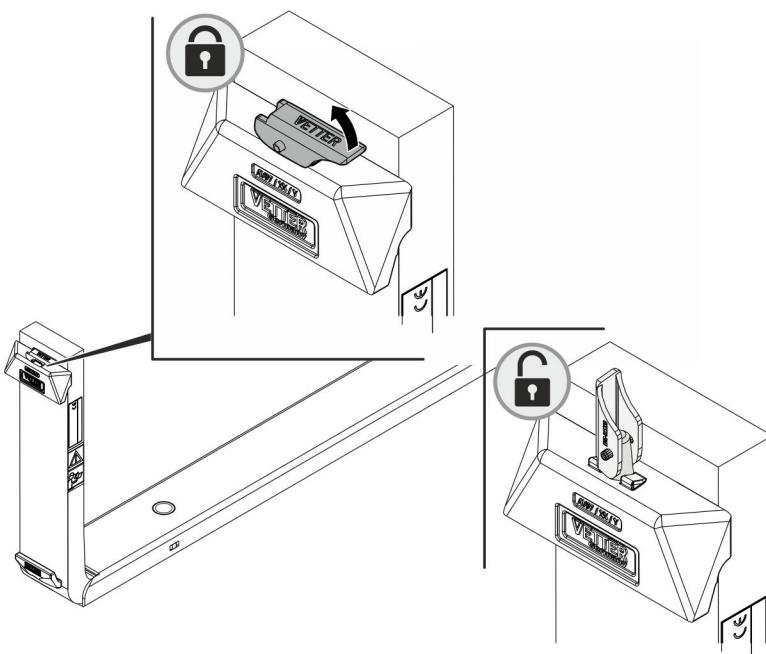

Abb. 5: Arretierung öffnen
4. ➔ Arretierung der ManuTel® SlimLine durch Anheben des Arretierungshebels öffnen (Abb. 5).